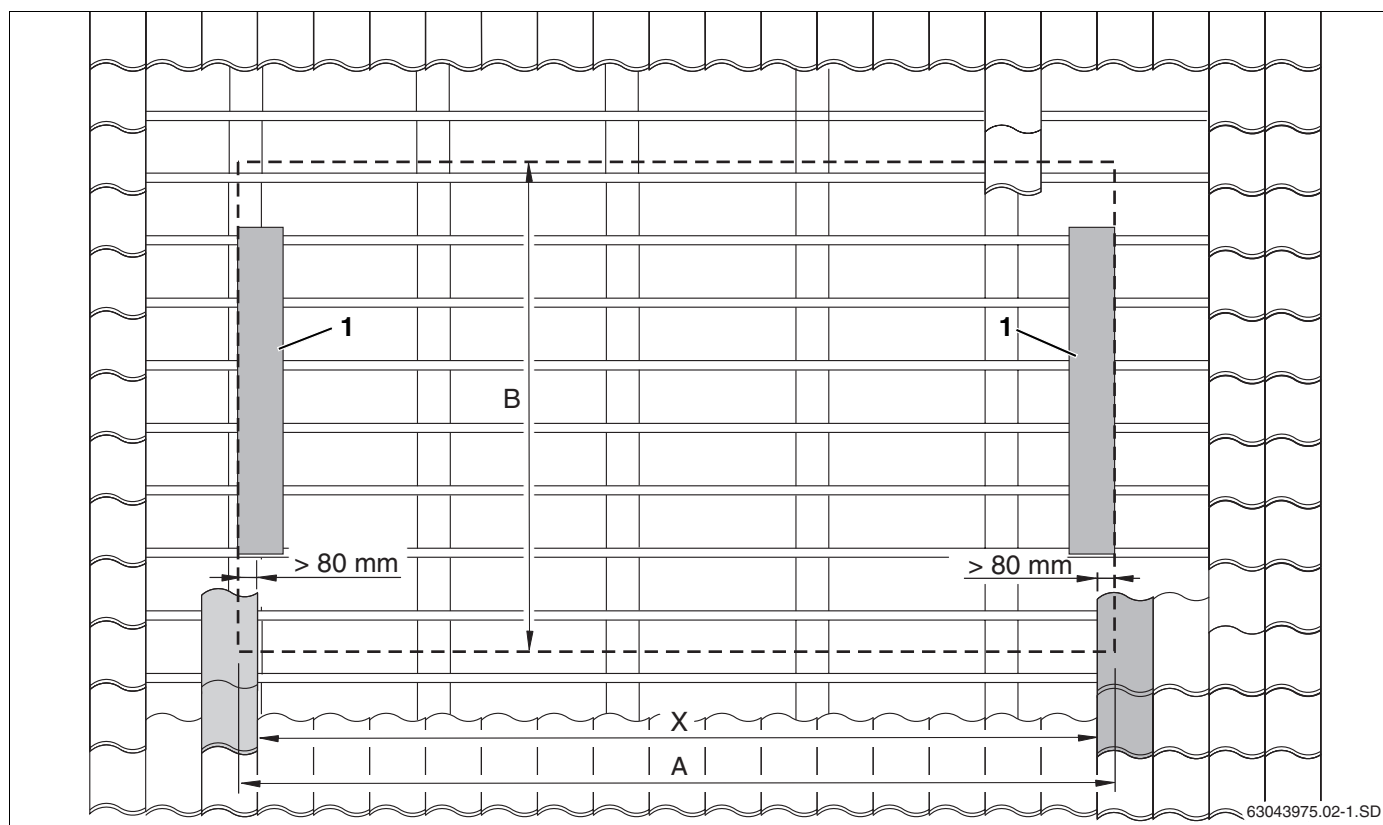

Fig. 8 Determinazione della posizione esatta del campo di collettori
- Calcolare la misura X (distanza tra i coppi che poggiano sulle lamiere di copertura laterali fig. 8, **pos. 1**) sul tetto e riportarla sul tetto.
- Definire la posizione della serie inferiore di tegole (fig. 8, **pos. 2**) rispettando la misura B (fig. 8).